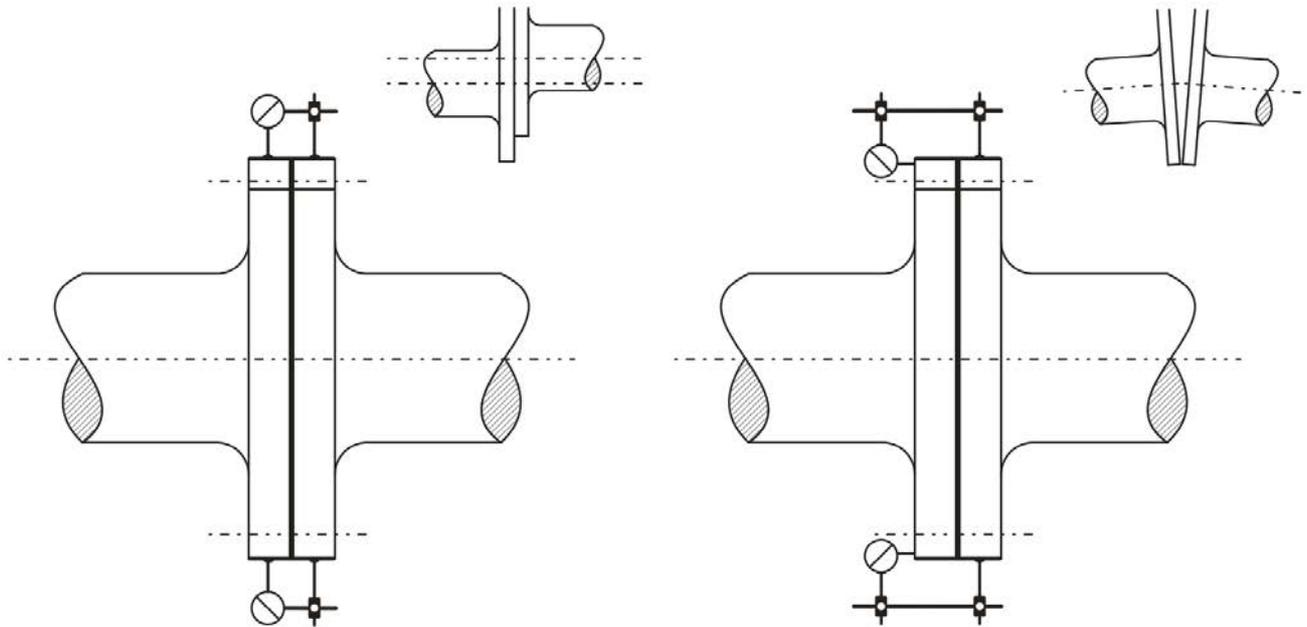

FIGURA 22. ALLINEAMENTO TRAMITE COMPARATORI - 1: ALLINEAMENTO RADIALE 2: ALLINEAMENTO ANGOLARE
4. Se si utilizzano comparatori, la scala dei comparatori deve essere regolata in modo che sia disponibile metà della scala in entrambe le direzioni. Controllare la solidità del sostegno del comparatore per evitare che possa piegarsi, vedere Figura 22 a pagina 60.